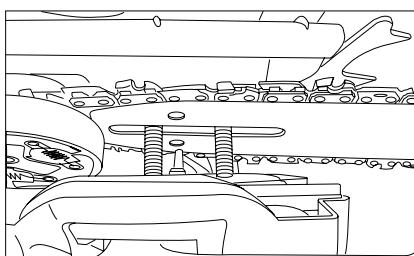

Fig. 9
9. Vuelva a instalar la tapa protectora junto con el escudo del freno de la cadena de modo que los pernos encajen en sus orificios y el pasador de ajuste de tensión de la cadena encaje en el orificio inferior de la barra (fig. 9).